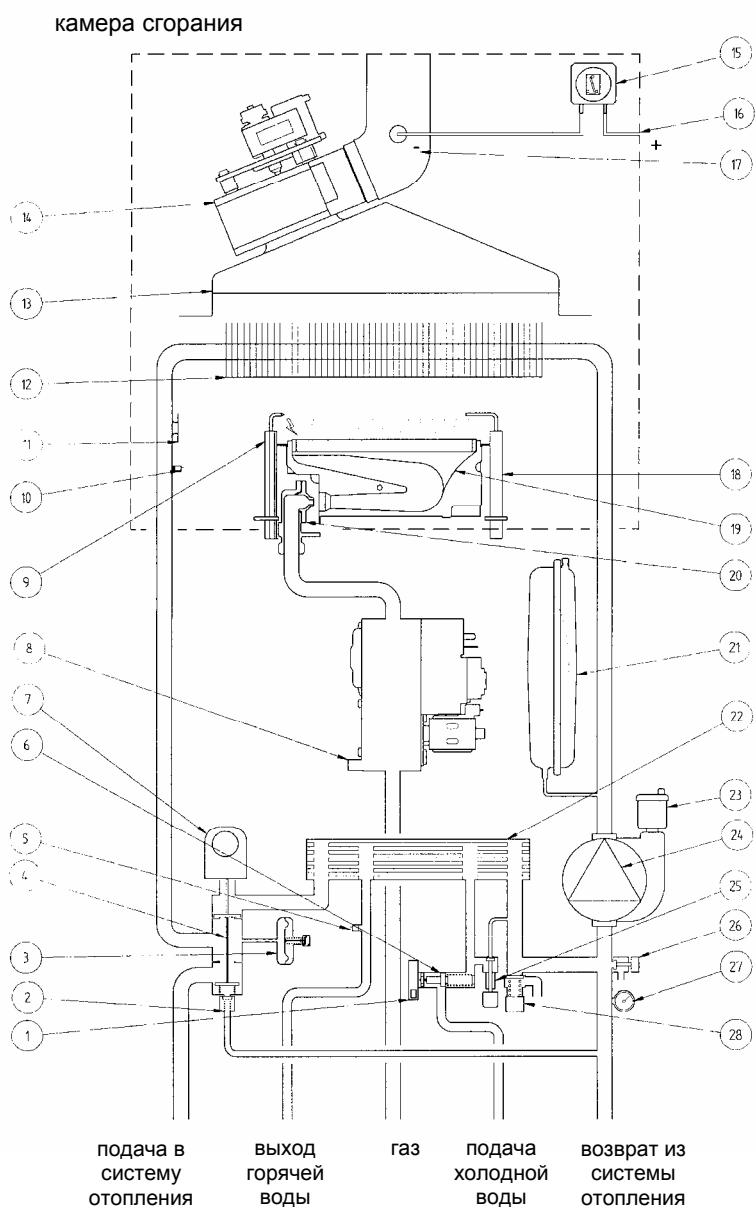

Рис.20
Внимание: В случае если датчик температуры контура ГВС (позиция 5, Рис.20 – 21) выйдет из строя, производство горячей воды контура ГВС будет продолжено. В данном случае контроль температуры осуществляют с помощью датчика на подаче.
Данное устройство (позиция 15 Рис.20)-обеспечивает включение основной горелки при условии исправной работы вытяжного дымохода.
- **Термостат перегрева** - благодаря датчику (позиция 11 Рис.20 – 21), установленному на выходной трубе первичного теплообменника, в случае перегрева воды первичного контура прекращается подача газа в горелку. При этом котел останавливается. После устранения причины, вызывавшей блокировку, возможно повторное включение. Для этого необходимо кратковременно перевести переключатель режимов (Рис.2) в позицию (R).
Электрод для определения наличия пламени (позиция 18 Рис.20), расположенный с правой части горелки, гарантирует безопасность работы и блокирует котел при нарушении подачи газа или неполном горении основной горелки.
- Водянной сбросной клапан системы отопления** (позиция 28 Рис.20) - настроен на давление 3 бар и установлен в системе отопления.